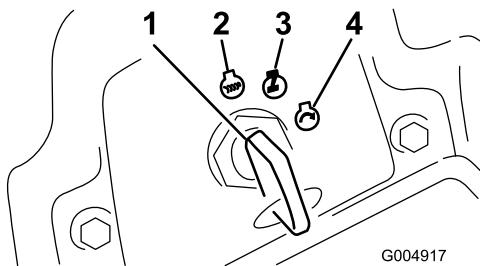

Figure 17
5. Tournez la clé dans le sens horaire en position Contact(Figure 17).
2. Tournez la clé de contact à la position Arrêt (Figure 17). Attendez l'arrêt de toutes les pièces mobiles avant de quitter la position d'utilisation.